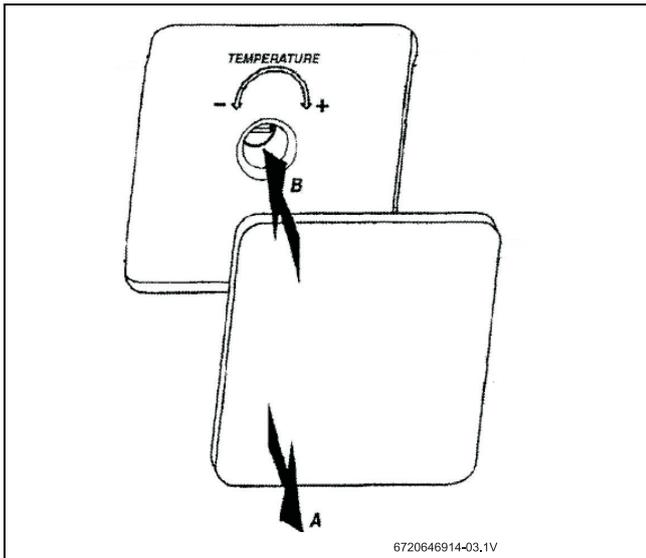

Fig. 7 Eje de ajuste de temperatura
- ▶ Adjust the outlet service valve till the water comes out of the tap at the recommended flow rate for the required temperature. Refer to Appendix on page 14: Corrija el flujo vs temperatura. Si la temperatura requerida es diferente de la configuración de fábrica, gire el eje de ajuste (Fig. 7) hasta que la temperatura de salida sea correcta.
- ▶ Retire la placa de identificación en la dirección de la flecha A (Fig. 7).
- ▶ Ajuste la temperatura con un destornillador en el eje como se muestra en la flecha B (Fig. 7).